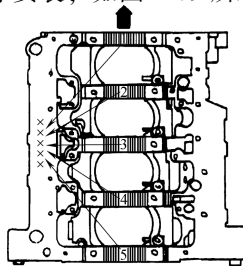

图 1-79 曲轴瓦标记
3) 按轴承盖上打印的 1、2、3、4、5 标记, 由前向后顺序安装, 如图 1-79 所示。